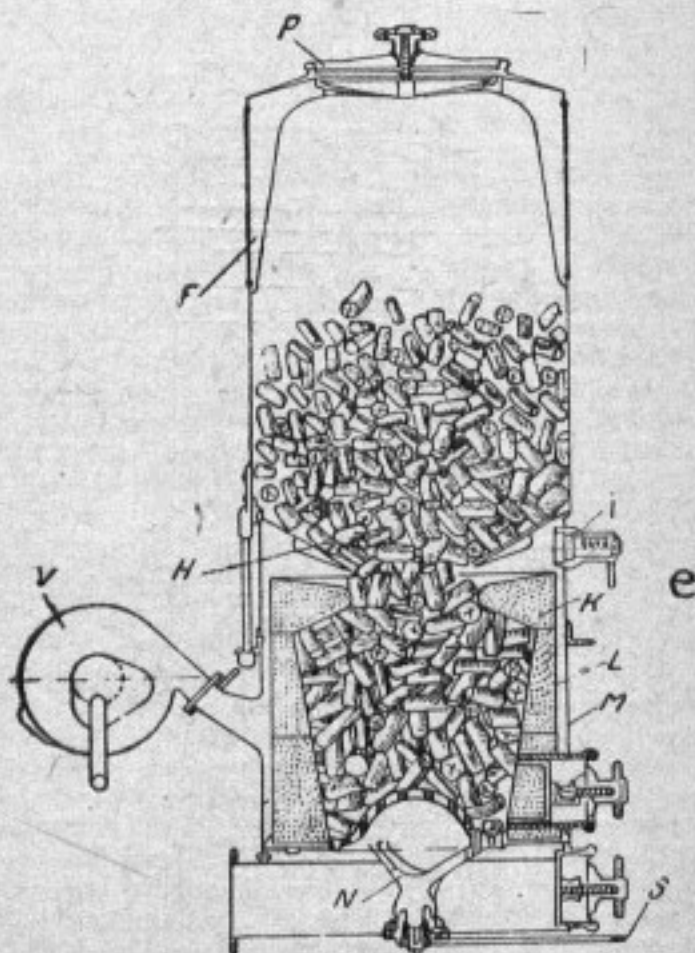

Рис. 1. Газогенератор Панар-Левассор
Газогенератор «Панар» (рис. 1) состоит из двух частей: верхней — бункера (F) и нижней — топливника (K). Нижняя часть газогенератора состоит из двух concentрических кожухов L и M, окружающих керамический топливник и образующих между собой кольцевой зазор для прохода воздуха. Топливник снизу замыкается подвижной колосниковой решеткой, встряхиваемой с помощью рукоятки S, выведенной наружу корпуса. На внешней кольцевой оболочке топливника установлен вентилятор V для розжига газогенератора, приводимый в движение электромотором, соединенным с аккумуляторной батареей, или от руки.